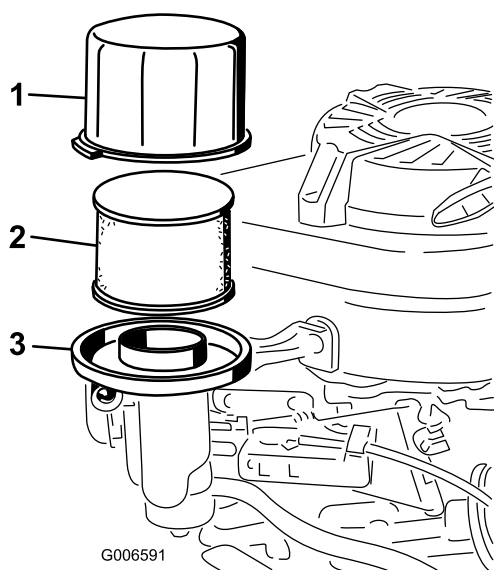

Figura 25
3. Retire cobertura e limpe-a cuidadosamente (Figura 25).
4. Retire o pré-filtro de esponja do filtro de papel (Figura 25) e substitua o filtro de papel se estiver excessivamente sujo.